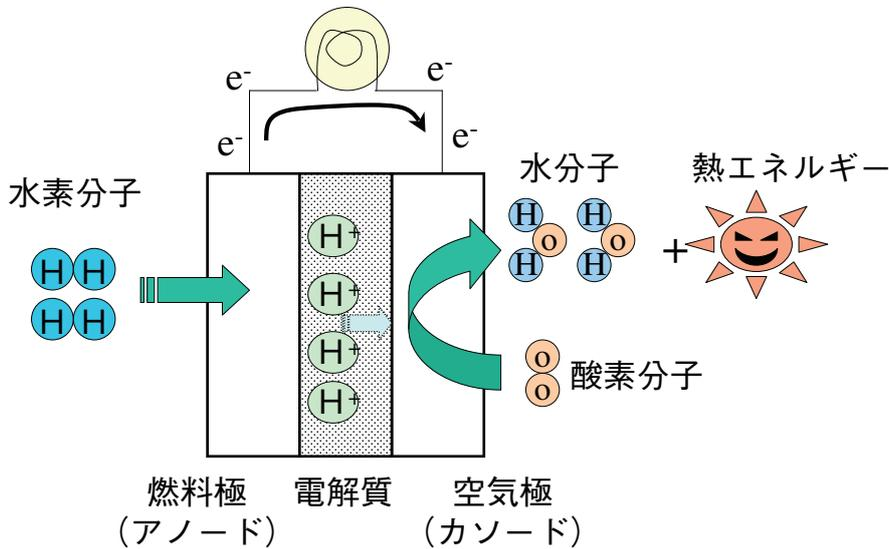

図1 水素-酸素燃料電池の原理図
となり、 $\text{H}_2 + 1/2\text{O}_2 \rightarrow \text{H}_2\text{O}$ と表せます。空気中の水素ガスの燃焼反応と表記は同じですが、水素の酸化反応①と酸素の還元反応②に分けて2つの反応を電子(e⁻)と電池の構成要素である電解質に含まれるイオンを媒介として別々に反応を行わせるのが燃料電池です。この原理図を模式図で示すと図1のとおり。電解質の種類と移動するイオンによって複数の形式に分けられます。代表的な種類を表1に示します。